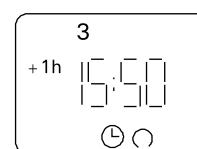

Рисунок 18.
- Четвертое нажатие **возвращает** ручное управление в режим реального времени, после чего запрограммированные периоды включения и выключения вступают в силу. (Рис. 18)